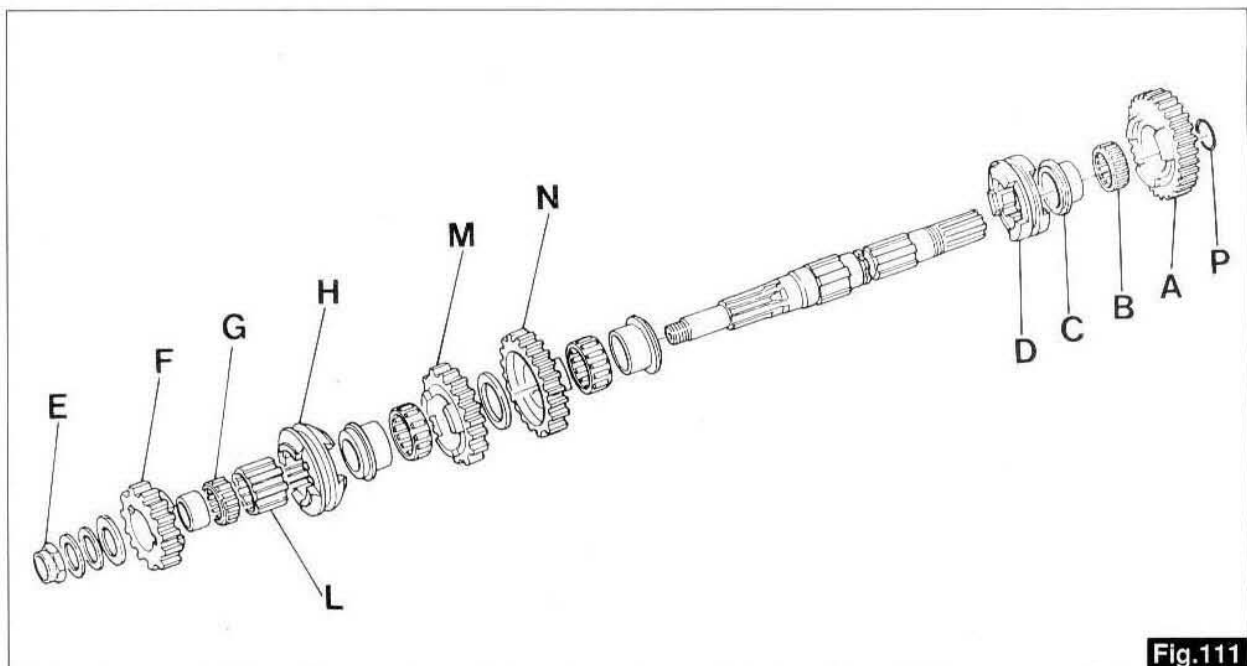

Fig.111
### Démontage de l'arbre secondaire (fig. 111)
### Abtriebswelle ausbauen (fig. 111)
(Pour la mesure, extrayez le joint torique entre le pignon 1e et 5e vitesses) («P» fig.111);
■ auf der Seite des 4. Ganges die Buntscheibe montieren und nachfolgend die Paßscheiben einfügen, bis zwischen den Angleichscheiben und dem Schaltrad des 5. Ganges die vorgeschriebene Höhe von 144,7+145,2 mm erreicht wird. (Zum Messen OR-Ring zwischen Schaltrad des 1. Ganges und Schaltrad des 5. Ganges entfernen) («P» auf Abb.111).